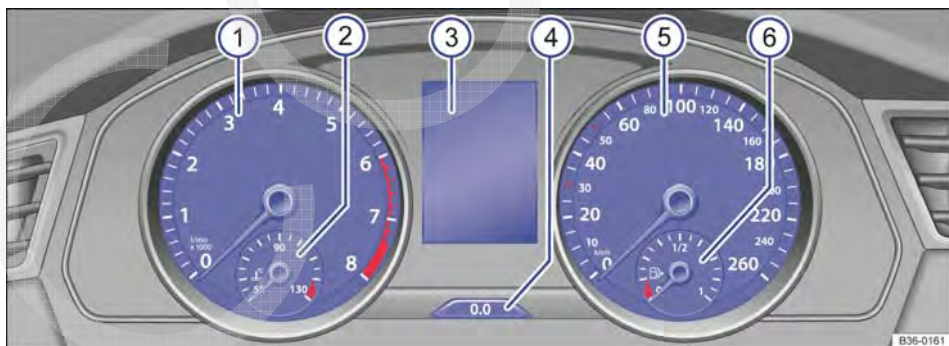
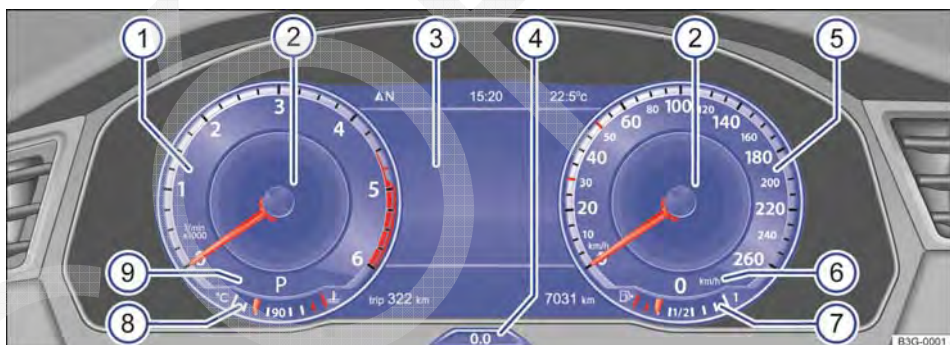

Fig. 55 Instrumento combinado analógico no painel de instrumentos.
Fig. 56 Active Info Display no painel de instrumentos.
Esclarecimento dos instrumentos → Fig. 55:
Esclarecimento dos instrumentos → Fig. 56:
Através do item de menu **Vistas** no display do sistema de informação Volkswagen → Página 64 podem ser selecionados diferentes perfis de informação específicos de temas. Dependendo do perfil de informação selecionado, o Active Info Display mostra informações adicionais no centro de instrumentos redondos → Fig. 56 ❷. Os seguintes perfis de informação podem ser selecionados:
Conforme a versão do veículo, o display do instrumento combinado → Fig. 55  ou → Fig. 56  pode exibir diversas informações: